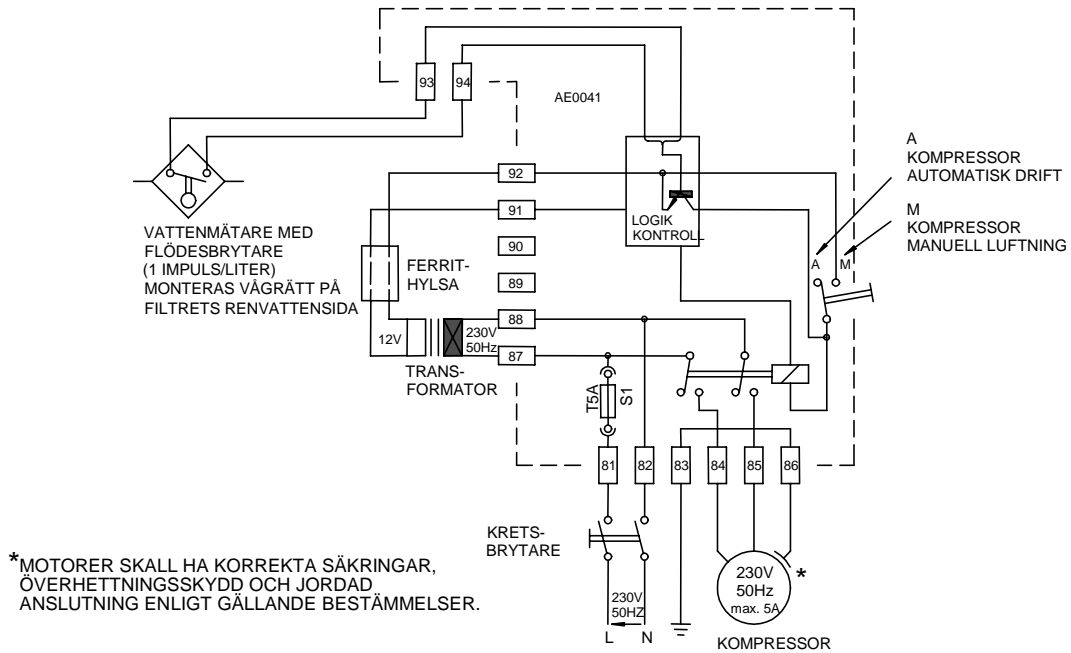

Fig. 3.
8. Kompressorn, 1 x 230 V, monteras på vägg enligt tillverkarens/leverantörens instruktioner. Elanslutning utförs enligt Fig. 3.